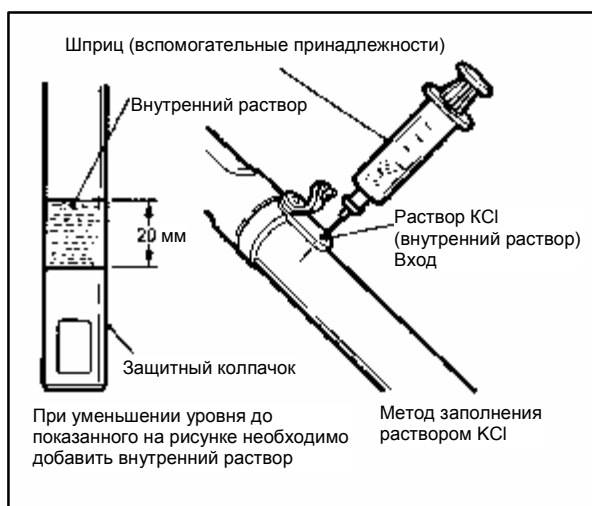

Рисунок 11-4 Подача внутреннего раствора электрода
- (1) Прежде чем выполнять какие-либо измерения с использованием рН метра после длительного периода хранения, выполните его калибровку с помощью буферного раствора.
- (2) Проверьте, чтобы на дисплее не было сообщения “ВАТ” (истечение срока службы батарей).
- (3) При использовании комбинированного электрода с перезаполнением проверьте количество внутреннего раствора (смотрите Рисунок 11-4 на стр. 15)
- (4) Хотя на дисплее может отображаться значение температуры до 99,9°C, не используйте измеряемые жидкости, температура которых превышает 80°C.